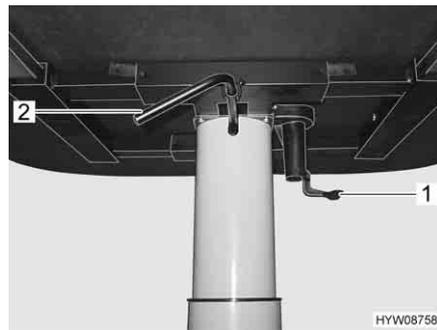

Fig. 57 Regolazione del tavolo rialzabile
- Tirare verso il basso la leva di serraggio (Fig. 57,1).
- Ruotare la leva (Fig. 57,2) che si trova sotto il piano del tavolo verso il basso. Il meccanismo di sollevamento nel piede del tavolo viene sbloccato.
- Ruotare la leva (Fig. 57,2) che si trova sotto il piano del tavolo verso il basso. Il piano del tavolo va automaticamente verso l'alto fino al fine corsa.